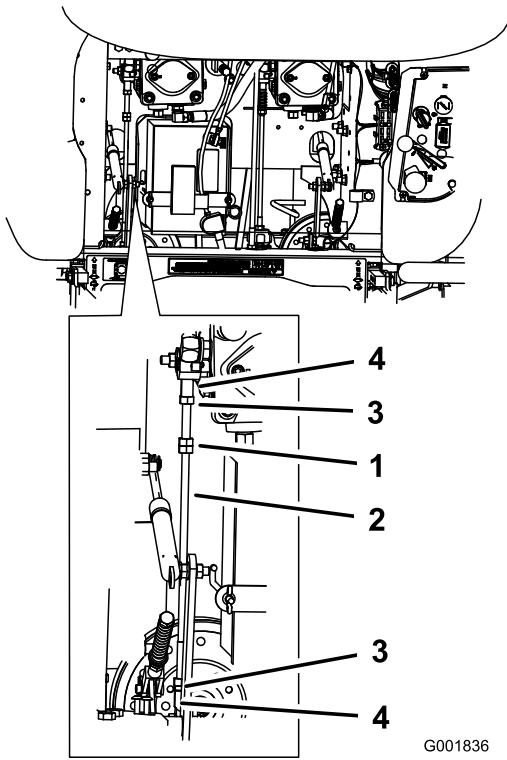

Figura 59
1. Afloje las contratuerca de la articulación esférica de la varilla de control de la bomba (Figura 59).
3. Ajuste la longitud de la varilla de la bomba girando las tuercas dobles de la varilla, en el sentido apropiado, hasta que la rueda quede estacionaria o se mueva muy lentamente en marcha atrás (Figura 59).
6. Apriete las contratuerca de las articulaciones esféricas (Figura 59).